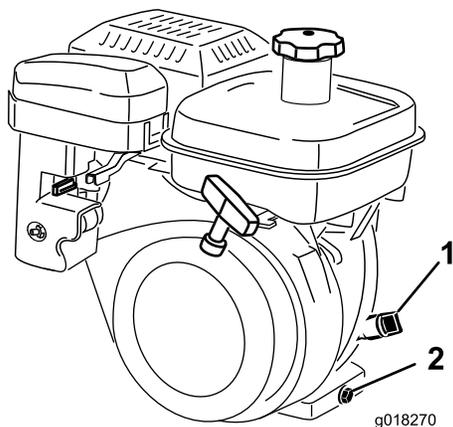

図 34
2. 機体が水平になるように駐車し、オイルゲージの周囲をきれいに拭く 図 34。
3. ディップスティックを左に回して抜きとる 図 34。
2. 機体下にあるドレンプラグの下に廃油受けを置く 図 34。ドレンプラグをゆるめる。